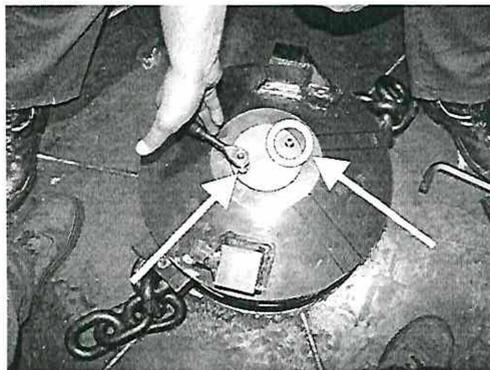

Рис. 14: Отсоединение панели болта
12. Вывинтите оба болта с внутренним шестигранником М 8 на цепной головке (Рис. 14).